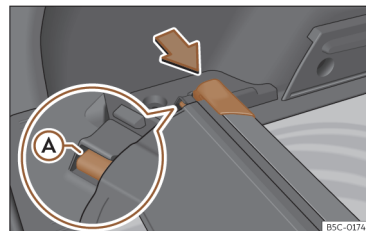

Fig. 178 Na bagageira: alojamento para guardar a chapeleira.
>>> Fig. 178. Certifique-se de que o patim (A) encaixa no alojamento correspondente.